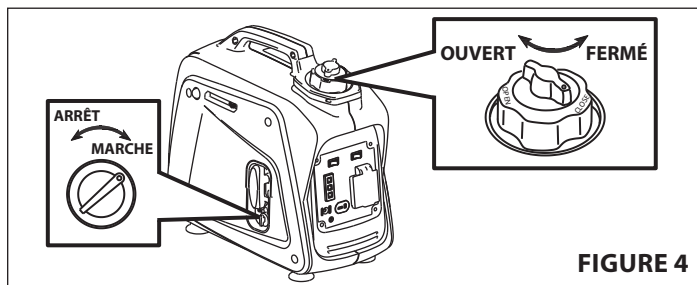

FIGURE 4
1. Tourner le reniflard du bouchon de carburant jusqu'en position **Ouvert**. **VOIR FIGURE 4**
2. Mettre le robinet de carburant en position **Marche**. **VOIR FIGURE 4**
3. Mettre le robinet de carburant en position **Arrêt**. **VOIR FIGURE 4**
4. Tourner le reniflard du bouchon de carburant dans le sens inverse des aiguilles d'une montre jusqu'en position **Fermé**. **VOIR FIGURE 4**